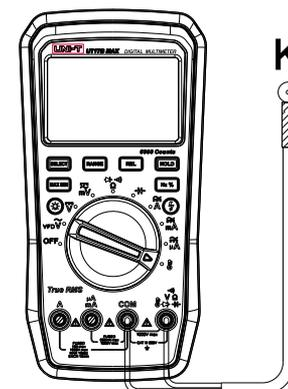

Figura 8
8. Medición de temperatura (UT17B MAX & UT18B MAX) (Figura 8)